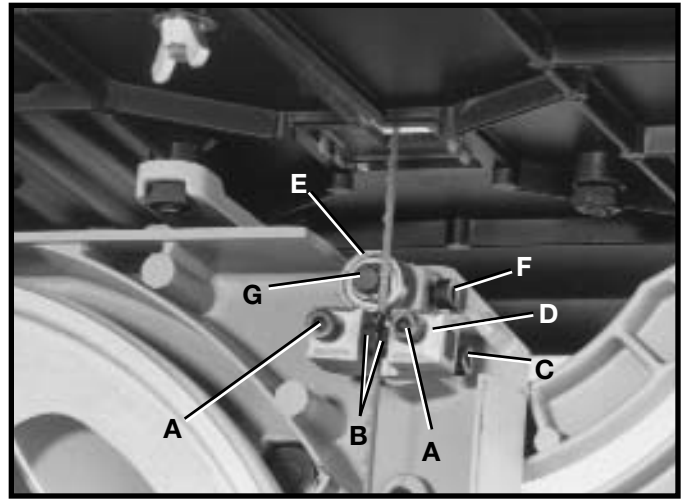

Fig. 24
1. Afloje los dos tornillos (A) Fig. 24 y mueva las guías (B) lo más cerca posible a los lados de la hoja, teniendo cuidado de no constrictionar la hoja entre las guías. Apriete entonces los dos tornillos (A).
2. Los bordes delanteros de los bloques guía (B) Fig. 24 deben ajustarse de tal manera que queden justo detrás de las "gargantas" de los dientes de la hoja al aflojar el tornillo (C) y mover el ensamblado (D) hacia adentro o afuera, como resulte necesario. Apriete entonces el tornillo (C).
3. El cojinete de apoyo de la hoja inferior (E) Fig. 24 debe ajustarse para apoyar la parte trasera de la hoja durante la operación de corte, así como para impedir que la hoja de la sierra sea empujada hacia atrás excesivamente, lo que podría resultar en daño a las dientes de la hoja. El cojinete de apoyo (E) Fig. 24 debe ser fijado aproximadamente 1/32 pulg. detrás de la hoja al aflojar el tornillo (F) Fig. 24 y moviendo el eje (G) hacia adentro o afuera. Apriete entonces el tornillo (F).
4. El cojinete de apoyo de hoja inferior (E) Fig. 24 también debe ser ajustado de tal manera que el borde posterior de la hoja pueda solapar el diámetro externo del cojinete por aproximadamente 1/8 pulgada. El cojinete de apoyo de la hoja (E) se encuentra fijado sobre un eje excéntrico. Para cambiar la posición del cojinete (E), afloje el tornillo (F) Fig. 24 y gire el eje (G) Figs. 24 y 25, utilizando un destornillador recto hasta que la hoja quede correctamente solapada sobre el cojinete de apoyo. Apriete entonces el tornillo (F) Fig. 24.